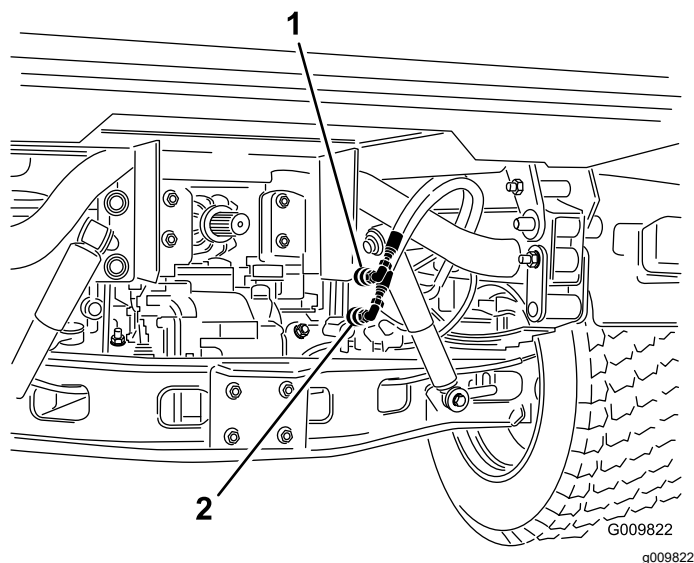

Figure 75
2. Sur les deux machines, débranchez les 2 flexibles à coupleurs rapides des flexibles fixés au support de coupleur (Figure 75).